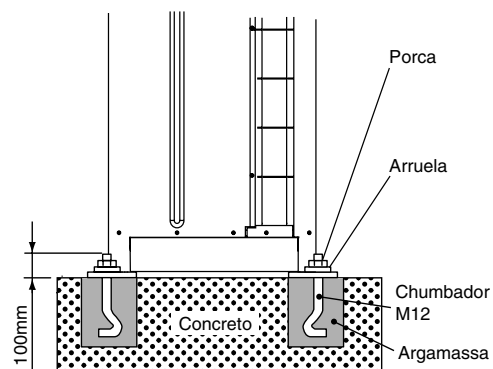

Fig. 4.4 Posição dos Chumbadores
(6) A fixação das unidades externas deve ser feita com chumbadores, conforme indicado na Fig. 4.4.